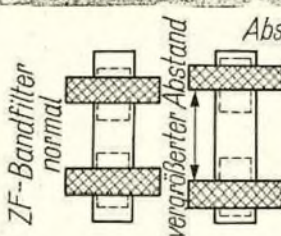

Bild 2a
1. Die Vergrößerung des Abstandes zwischen den beiden Bandfilterspulen. Je größer die Entfernung der Spulen voneinander, desto höher die Trennschärfe (siehe Bild 2a).